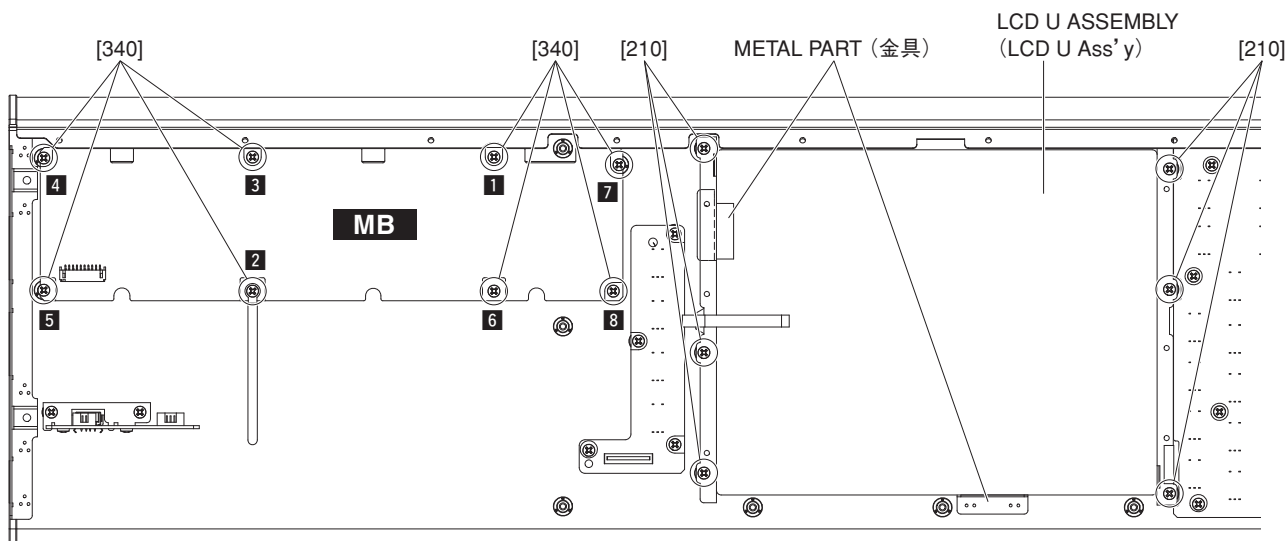

Fig. 6 (図 6)
- B-2-5. Remove the six (6) screws marked [210]. The LCD U assembly can then be removed. (Fig. 6)
* **When installing the LCD U assembly, be sure to apply it to the metal part of the panel shown in fig. 6 and then tighten the screw.**
- B-3-3. Remove the eight (8) screws marked [340]. The MB circuit board can then be removed. (Fig. 6)
* **When installing the MB circuit board, tighten screws in the order of 1 to 8 as shown in Fig. 6.**
- B-2-5. [210] のネジ 6 本を外して、LCD U Ass'y を外します。(図 6)
※ **LCD U Ass'y** を取り付ける際は、図 6 に示すパネルの金具に当て付けてから、ネジを締めてください。
- B-3-3. [340] のネジ 8 本を外して、MB シートを外します。(図 6)
※ **MB シート** を取り付ける際は、図 6 に示す 1 ~ 8 の順にネジを締めてください。